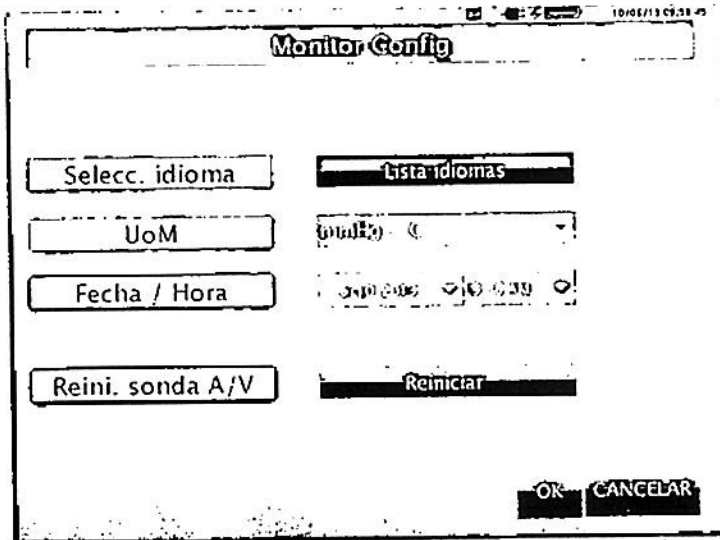

Figura 23: Pantalla de configuración.
- Datos de configuración, como fecha y hora, idioma y unidad de medida (figura 23).
Pulsando el botón "Config" se accede a una pantalla (Figura 23) que permite configurar: